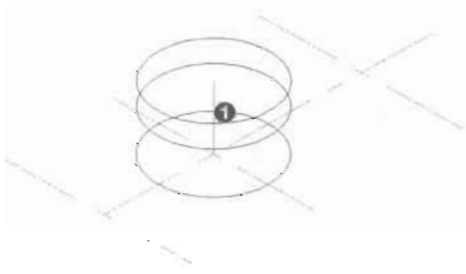

图 11-65
(2) 使用 `Copy` 命令对等轴测圆进行复制, 由于打开了“正交”捕捉, 所以在复制时, 移动鼠标确定复制的方向后, 然后直接输入移动的距离即可, 如图 11-65 所示, 命令执行过程如下。